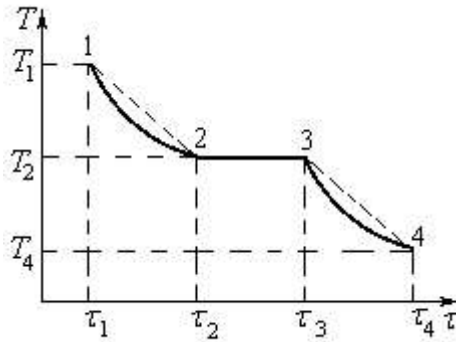
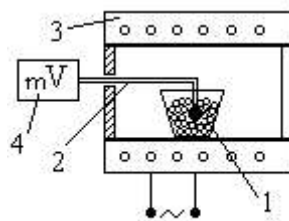

Рис. 19
Рис. 20
яка потрібна для того, щоб розплавити одиницю маси кристалічної речовини, узяті при температурі плавлення. Одним з поширених методів визначення температури плавлення  $T_{пл}$  є метод зняття кривої плавлення  $T=f(\tau)$  при незмінних зовнішніх умовах. Оскільки  $T_{пл}$  сильно залежить від чистоти речовини, то для її визначення частіше користуються кінетикою кристалізації (йдеться про зняття кривої охолодження (рис.19). Ділянка 1-2 відповідає охолодженню тіла до початку кристалізації, 2-3 - кристалізації, а ділянка 3-4 - охолодженню твердого тіла. Температура  $T_2=T_{пл}$ .
Для визначення питомої теплоти плавлення (кристалізації) реальна крива кристалізації замінюється ідеалізованою (штрихові лінії на рис.19). Криву охолодження одержують з допомогою устаткування, схема якого зображена на рис.20.
6. Для знаходження точок 1 і 4 (див. рис.19) відкладіть від точок  $\tau_2$  і  $\tau_3$ , що відповідають початку і закінченню кристалізації, вліво і вправо відрізки, що дорівнюють  $\tau_3 - \tau_2$ . Визначте з графіка температури  $T_1$ ,  $T_2$  і  $T_4$ , які відповідають точкам 1,2(3) і 4. За формулою (5) обчисліть  $\lambda$ .
8. За формулою (6) знайдіть зміну ентропії олова при кристалізації.
9. Користуючись виразами (6) і (7), оцініть, у скільки разів термодинамічна ймовірність рідкого олова за температури плавлення більша за термодинамічну ймовірність твердого олова за тієї ж температури.